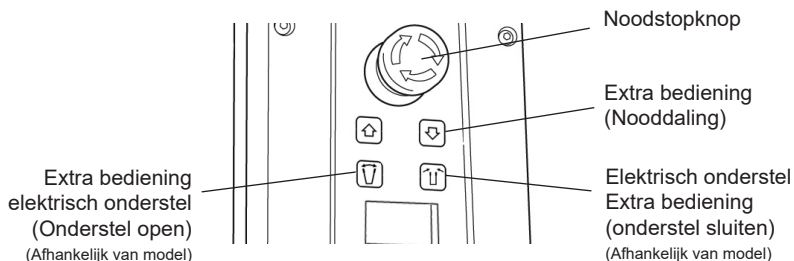

Fig. 8
- Bevestig de accu aan de bedieningskast en zie erop toe dat de rode noodstopknop die zich op de bediening bevindt, uitsteekt (AAN), door hem met de klok mee te draaien (fig. 8).